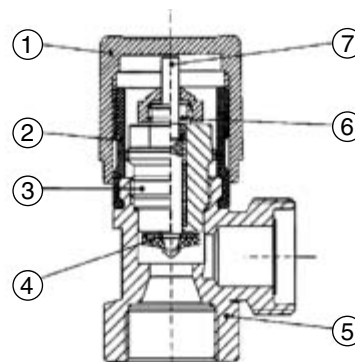

Рис. 1
**Терморегулирующие вентили** (Рис. 1) имеют поступательно перемещающуюся подпружиненную задвижку с ходом 3.5 мм. Шток имеет два сальниковых O-образных уплотнения из высокотемпературной резины EPDM.
Обозначения на **рис. 1**: